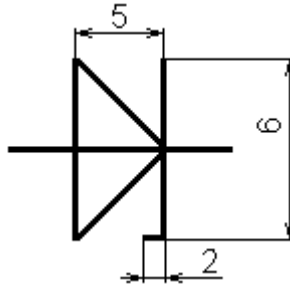

Рис. 19 УГО стабилитрона
- 7.1 УГО стабилитрона изображено на рис. 19.